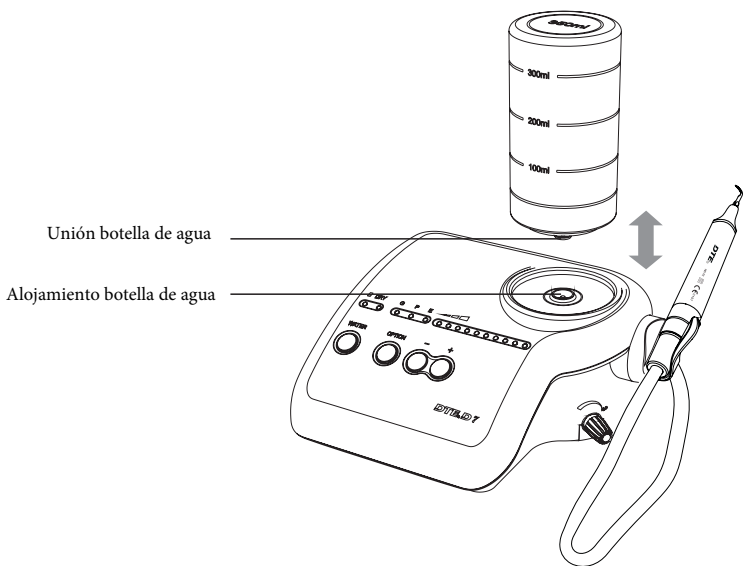

Figura 4
Coloque la botella boca abajo en su correspondiente conexión con la correspondiente agua purificada. (Ver Figura 4).
d) Coloque la botella con agua boca abajo, introduzca la conexión en la unidad verticalmente (Ver Figura 4).